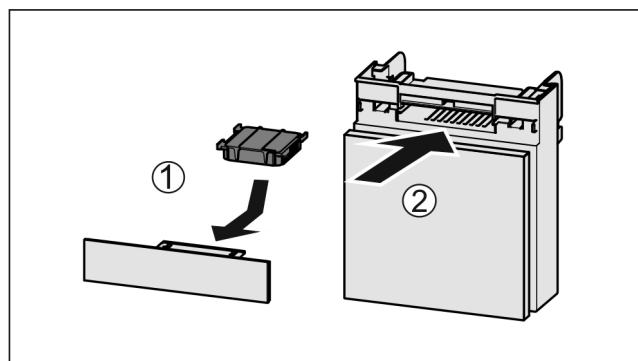

Fig. 56
- ▶ Vložte aktívny uhlíkový filter podľa obrázka Fig. 56 (1).
- ▶ Zasuňte zásuvku Fig. 56 (2).